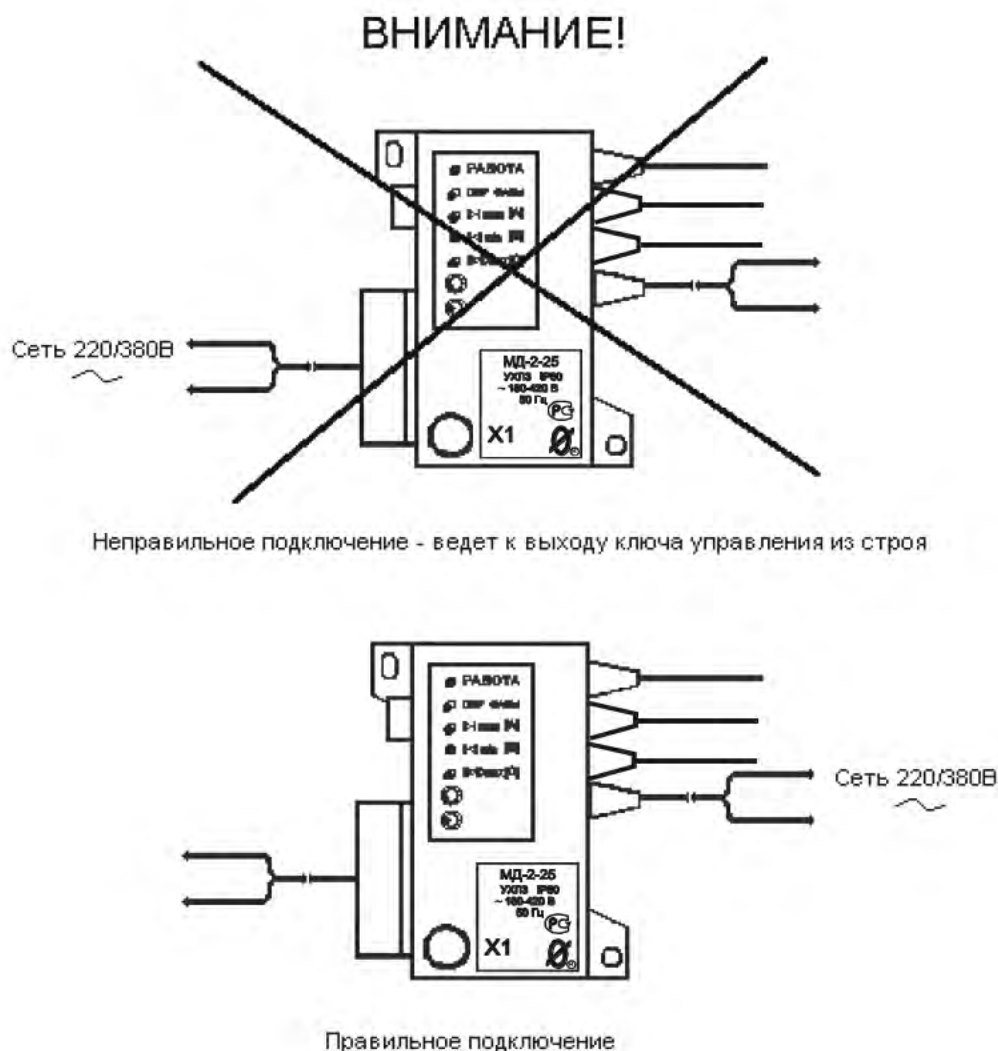

Рисунок 1 – правильное подключение монитора двигателя МД-2
**Неправильное подключение может привести к полному выходу монитора из строя (ознакомьтесь с рис.1 на стр. 2).**